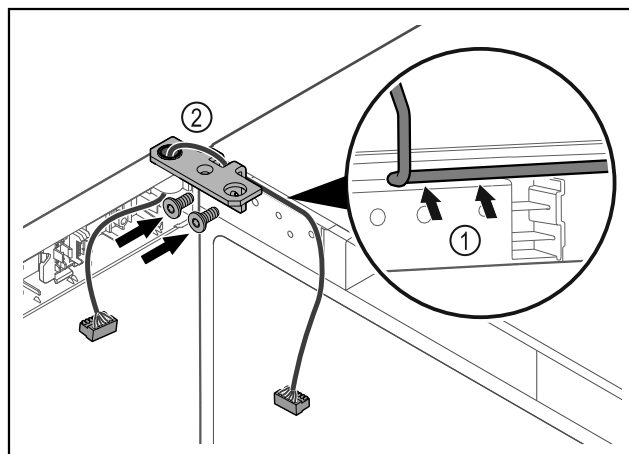

Fig. 40
- ▶ Provedite kabel kroz izrez na kutnoj šarki i oprezno ga položite Fig. 40 (1).
- ▶ Navrnite kutne šarke Fig. 40 (2).